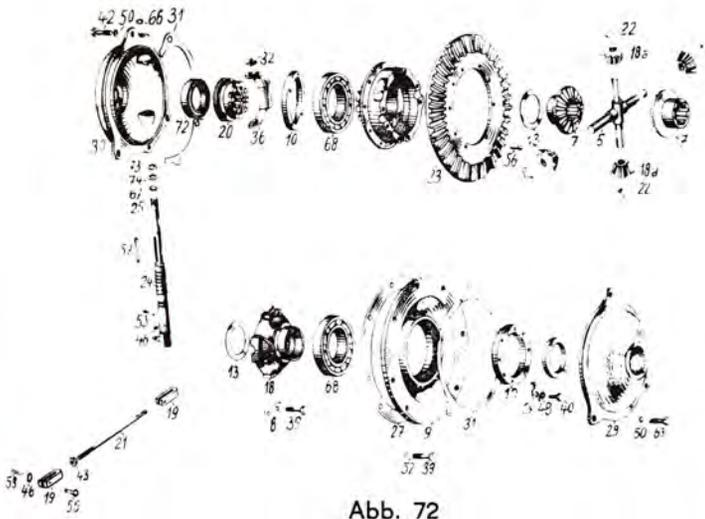

Abb. 72
1. Am linken Deckel des Ausgleichsgetriebes sind drei Schrauben M 10 (Abb. 72/63) auszuschrauben und der Deckel (Abb. 72/29) ist vom Haupttriebekasten abzunehmen.
2. Der Deckel der Ausgleichsgetriebesperre (Abb. 72/30) ist durch Ausschrauben von drei Schrauben M 10 abzumontieren.
3. Die Zugstange der Ausgleichsgetriebesperre (Abb. 72/21) ist vom Ausrückhebel der Sperre durch Herausschieben des Splintes aus dem Zugstangenbolzen abzulösen.
1. Die Kegelrollenlager (Abb. 72/68) sind mit Hilfe einer Demontagevorrichtung auszubauen.
2. Acht Schrauben M 10 (Abb. 72/39) sind zu entsichern und aus dem Ausgleichsgetriebekörper auszuschrauben.
4. Zwei Planetenräder (Abb. 72/7) und zwei Satellitenpaare (Abb. 72/18a) sind herauszuschieben.